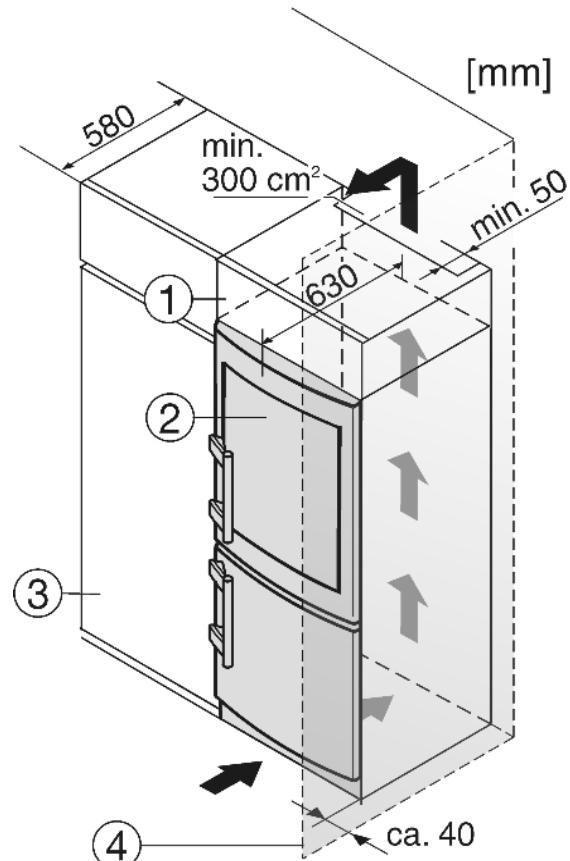

Fig. 20
- (1) Дополнительный шкафчик
- (2) Устройство
- (3) Кухонный шкаф
- (4) Стенка
Устройство может быть окружено предметами кухонной обстановки. Чтобы уравнять устройство Fig. 20 (2) по высоте с кухонной стенкой, можно установить над устройством соответствующий дополнительный шкафчик Fig. 20 (1).
При комбинировании с обычными кухонными шкафами (глубина макс. 580 мм) устройство можно установить непосредственно рядом с кухонным шкафом Fig. 20 (3). Дверь устройства выступает по сторонам на 34 мм и по центру устройства на 50 мм относительно передней стенки кухонного шкафа. Поэтому ее можно свободно открывать и закрывать.
Если устройство установлено на шарнирах у стены Fig. 20 (4), то расстояние между устройством и стеной должно быть не менее 40 мм. Настолько выступает ручка при открытой дверце.